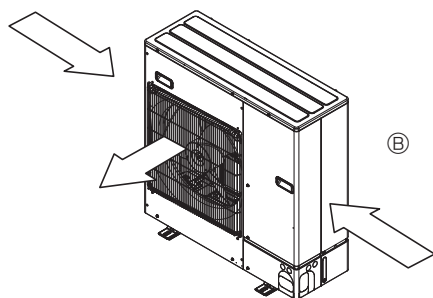

Fig. 2-6
③ Jeśli to możliwe, należy tak ustawić jednostkę zewnętrzną, aby kierunek wylotu powietrza był prostopadły do kierunku wiatru w danej porze roku. (Fig. 2-6).